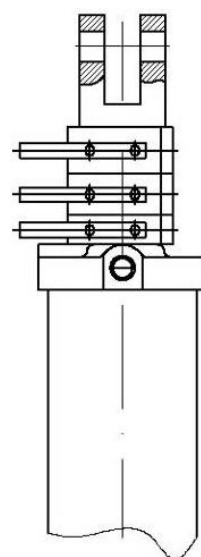

Рис. 5.1.3. На штоки всех цилиндров установлено равное количество ограничителей
3. Установить на шток каждого гидроцилиндра регулировки глубины одинаковое количество ограничителей (рис. 5.1.3) (начальная толщина набора ограничителей на штоке каждого цилиндра должна составлять ориентировочно 80–90 мм; в этот начальный набор лучше включить широкие ограничители из поставляемого комплекта, т. к. впоследствии удобнее использовать узкие ограничители при точном выставлении желаемой глубины обработки). В комплекте с культиватором поставляются одинаковые наборы ограничителей для каждого гидроцилиндра регулировки глубины.